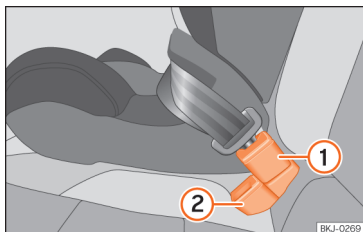

Abb. 30 Position des Gurtschlössers auf der Rücksitzbank
- Gurtschlösser für den mittleren Sitzplatz »» **Abb. 30 ①** hinter dem Gurtschlösser für den äußeren Sitzplatz »» **Abb. 30 ②** anbringen.
- Schlosszunge des Sicherheitsgurts des mittleren Sitzplatz in das Gurtschlösser für den mittleren Sitzplatz »» **Abb. 30 ①** stecken, bis es hörbar einrastet.
- Damit die Gurte richtig eingelegt sind, sollten die Gurtschlösser nicht verdreht werden »» **Abb. 30**.